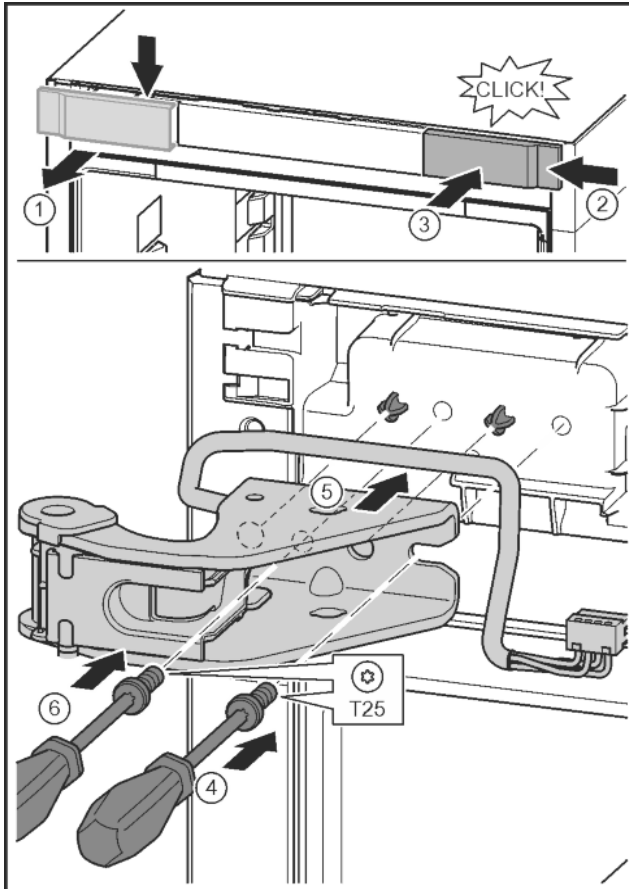

Fig. 31
- ▶ Відпустіть кришку та зніміть збоку. Fig. 31 (1)
- ▶ Почепіть кришку, що повернута на 180°, з іншого боку праворуч. Fig. 31 (2)
- ▶ Зафіксуйте кришку. Fig. 31 (3)
- ▶ Встановіть гвинт за допомогою викрутки T25. Fig. 31 (4)
- ▶ Встановіть верхній опорний кронштейн. Fig. 31 (5)
- ▶ Закрутіть гвинт. Fig. 31 (4)
- ▶ Встановіть та закрутіть гвинт за допомогою викрутки T25. Fig. 31 (6)